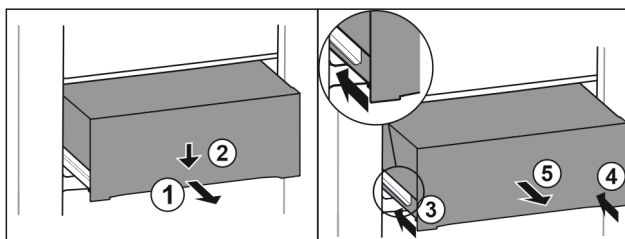

Fig. 91
- ▶ Træk skuffen halvt ud. Fig. 91 (1)
- ▶ Tryk skuffen ned på forsiden. Fig. 91 (2)
- ▶ Skub venstre skinne ca. 2 cm ind. Fig. 91 (3)
- ▶ Skub højre skinne ca. 2 cm ind. Fig. 91 (4)
- ▶ Tag skuffen ud fremskudt. Fig. 91 (5)